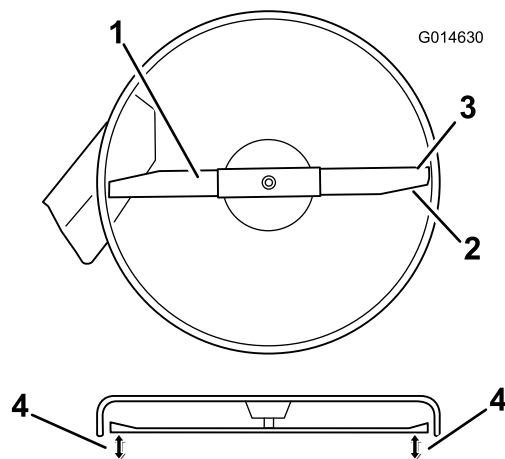
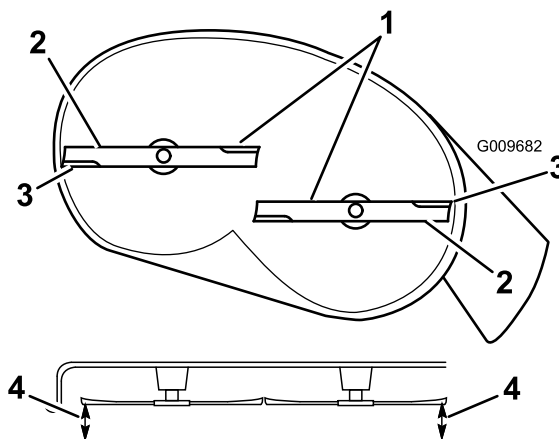

Figure 55
Figure 56
4. Faites pivoter la ou les lames avec précaution pour qu'elles soient toutes parallèles (Figure 55 et Figure 56).
5. Mesurez la distance entre les tranchants extérieurs et la surface plane (Figure 55 et Figure 56).